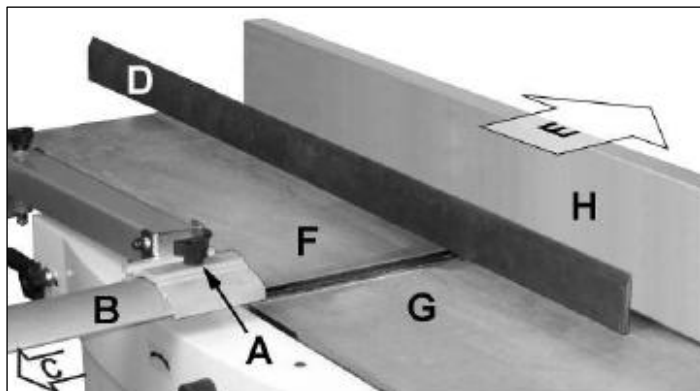

Рисунок 9.
- Ослабьте блокирующую ручку А (рис. 9) и сдвиньте ограждение В по стрелке С.
Снимите ограждение ножевого вала В (рис. 9).
Снимите ограждение B ножевого вала (рис. 9).